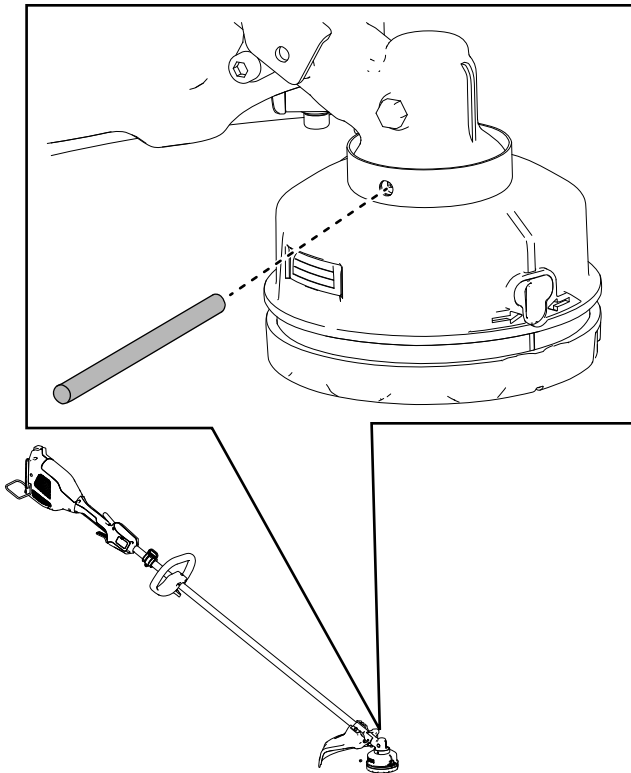

Bild 16
2. Richten Sie das Loch in der Kopfplatte auf das Loch im Getriebegehäuse des Freischneiders aus (**Bild 16**).
3. Führen Sie den mitgelieferten Metallstab durch die Kopfplatte und in das Loch im Getriebegehäuse des Freischneiders ein, um den Freischneiderkopf zu arretieren (**Bild 16**).